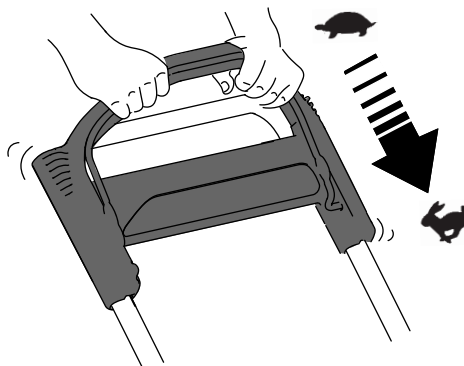

Figur 10
2. Sätt i den elektriska startknappen i den elektriska startkontakten (A i Figur 10).
3. Kläm ihop knivstyrstängan och håll den mot handtaget (B i Figur 10).
4. Tryck på den elektriska startknappen och håll den intryckt tills motorn startar (C i Figur 10).